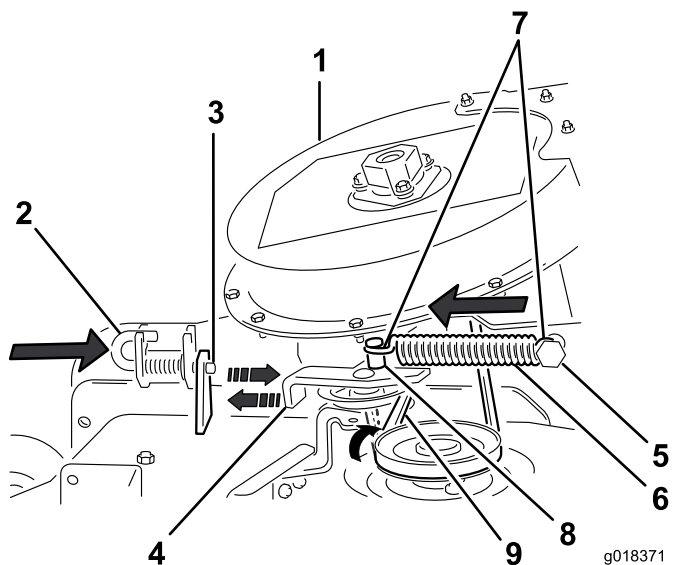

図 44
2. アイドラプーリの下にベルトを仮置きする 図 44。
3. アイドラピボットブラケットを、固定スプリングポスト側に倒して、スプリングのフックをアイドラスプリングポストに取り付ける 図 44。
4. スプリング付きアイドラプーリをスプリングポストから引き離し、ベルトを刈り込みデッキのプーリに回しかける 図 44。